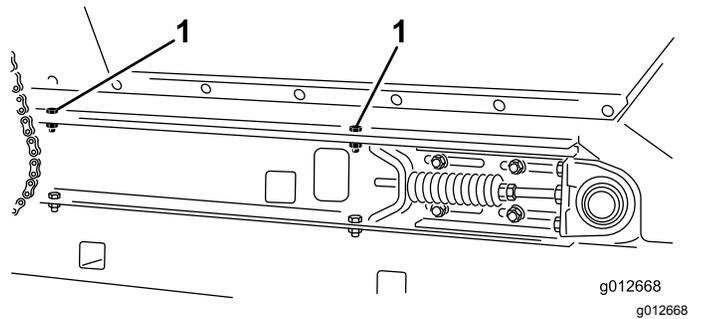

图25
2. 在机器的两侧卸下将料斗固定至滑行机架轨道上的2个平头螺丝、2个垫圈和2个锁紧螺母图25。